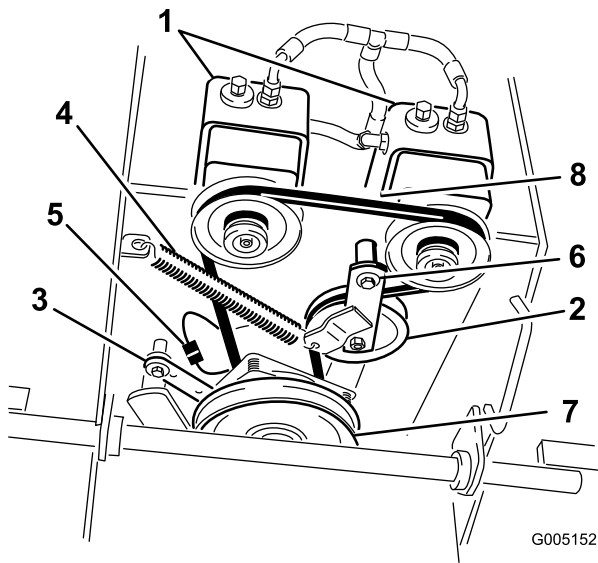

Bild 41
6. Entfernen Sie die Kupplungshalterung vom Motorchassis (Bild 41).
7. Haken Sie die Spannscheibenfeder vom Rahmen aus (Bild 41).
9. Haken Sie die Spannscheibenfeder zwischen dem Spannscheibenarm und der Rahmenhalterung ein (Bild 41).
10. Montieren Sie die Kupplungshalterung am Motorchassis (Bild 41).